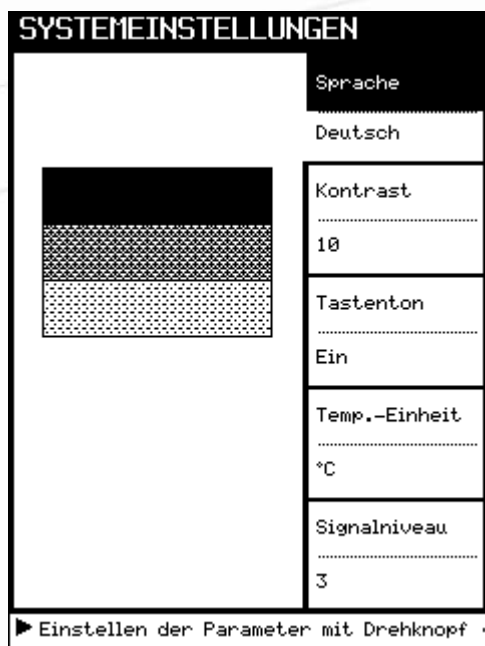
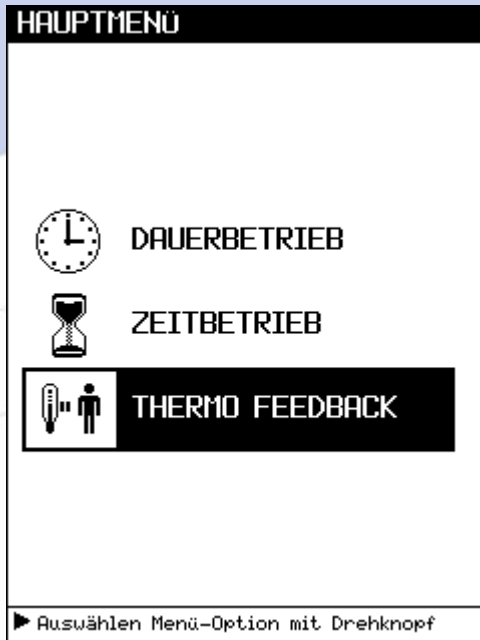
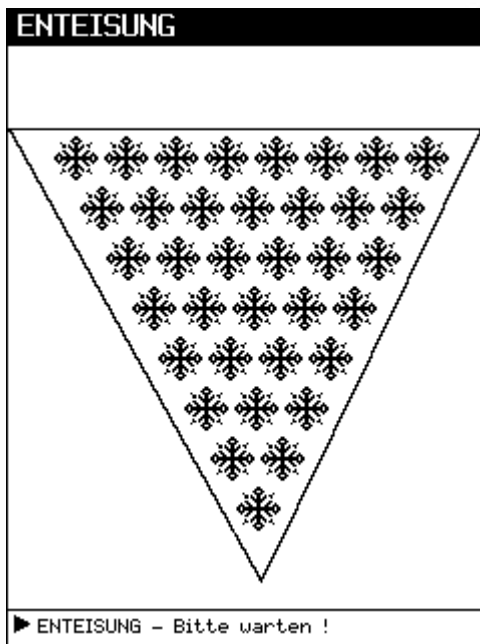

Bild 1.: "Systemeinstellung"
Bild 2: Betriebsartenauswahl mit kontaktiertem IR-Sensor
Bild 6: "Enteisung"
Nach dem regulären Behandlungsende oder der Behandlungsunterbrechung durch die Taste Start/Stopp **(15)** kann mit der Taste Main Menu **(13)** die Anzeige von **Bild 2** "Wahl der Betriebsart" aufgerufen werden, Punkt 2 KGA
Drücken Sie Taste Main Menu **(13)**, **Bild 2** "Wahl der Betriebsart" erscheint, dann gemäß Punkt 2 KGA fortfahren.
Rückkehr durch Betätigen der Taste Main Menu **(13)** in **Bild 2** "Wahl der Betriebsart".
Schalten Sie das Gerät mit Netzschalter **(3)** an der Rückwand des **CRYOFLOW ICE-CT** ein. Es werden kurzzeitig der Gerätenamen und die enthaltene Softwareversion auf dem Display **(17)** angezeigt. Während dieser Zeit wird ein Gerätetest durchgeführt. Nach diesem Gerätetest geht das Gerät in den Bereitschaftszustand über. Auf dem Display **(17)** erscheint **Bild 2** "Wahl der Betriebsart" (siehe Punkt 6.1). Der Kompressor wird eingeschaltet. Es erfolgt eine Vorkühlung des Wärmetauschers. Beim Erreichen des vorgegebenen minimalen Temperaturwertes schaltet der Kompressor aus und anschließend beim Erreichen des vorgegebenen, maximalen Temperaturwertes wieder ein.
Mit der Taste System (**12**) gelangen Sie vom **Bild 2** "Wahl der Betriebsart" (siehe Punkt 6.1) in die Systemeinstellung (**Bild 1**). Mit dem Drehknopf (**16**) wählen Sie durch Links- oder Rechtsdrehen den einzustellenden Parameter aus. Durch Drücken des Drehknopfes (**16**) wird dieser Parameter aktiviert und Sie können ihn dann durch Links- oder Rechtsdrehen einstellen. Durch erneutes Drücken des Drehknopfes (**16**) wird der eingestellte Wert gespeichert.
Mit Betätigen der Taste Main Menu (**13**) gelangen Sie wieder zurück ins **Bild 2** "Wahl der Betriebsarten" (siehe Punkt 6.1).
Nach der Geräteinitialisierung startet das **CRYOFLOW ICE-CT** mit dem Hauptmenü, in dem die gewünschte Betriebsart gewählt werden kann. Die Auswahlmöglichkeiten werden dadurch bestimmt, ob das Gerät ohne oder mit IR-Sensor betrieben wird (**siehe Bild 2.**). Die gelbe LED (**10**) leuchtet. Mit Drehknopf (**16**) kann durch Links- oder Rechtsdrehen zwischen Zeitbetrieb, Dauerbetrieb oder Thermofeedback gewählt werden. Die gewählte Betriebsart ist im Display (**17**) hervorgehoben. Durch Drücken des Drehknopfes (**16**) schalten Sie in die gewählte Betriebsart ein.
Nach dem Stoppen der Behandlung kann durch Betätigen der Taste Main Menu (13) wieder das **Bild 2** "Wahl der Betriebsart" aufgerufen werden (siehe Punkt 6.1).
Am Ende der Behandlung kann durch Betätigen der Taste Main Menu (13) wieder das **Bild 2** "Wahl der Betriebsart" aufgerufen werden (siehe Punkt 6.1).
Sie starten den Abtauvorgang durch Betätigen der Taste Defrost **(11)**. Es erscheint **Bild 6** auf dem Display **(17)**. Die gelbe LED **(10)** leuchtet. Der Kompressor ist ausgeschaltet. Der Lüfter bläst Raumluft durch den Wärmetauscher. Der Abtauvorgang wird automatisch beendet. Er kann auch nach minimal 5 Minuten Dauer durch Betätigen der Taste Defrost **(11)** manuell beendet werden. Ist der Vorgang beendet, schaltet das **CRYOFLOW ICE-CT** wieder in den Bereitschaftszustand um und **Bild 2** "Wahl der Betriebsart" erscheint auf dem Display **(17)**.